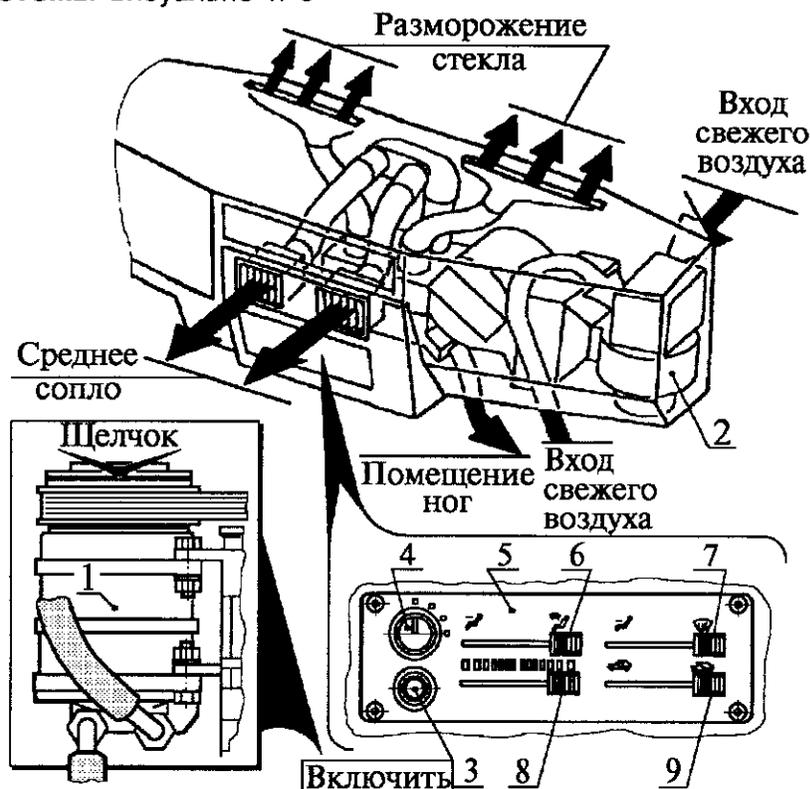

Рис. 43. Проверка включения электромагнитной муфты компрессора и работы вентилятора:
7.1. Проверить включение электромагнитной муфты компрессора 1 (рис. 43).
7.3. Проверить работу вентилятора 2 (см. рис. 43) климатической установки на всех режимах и убедиться в достаточном поступлении воздуха по всем направлениям.